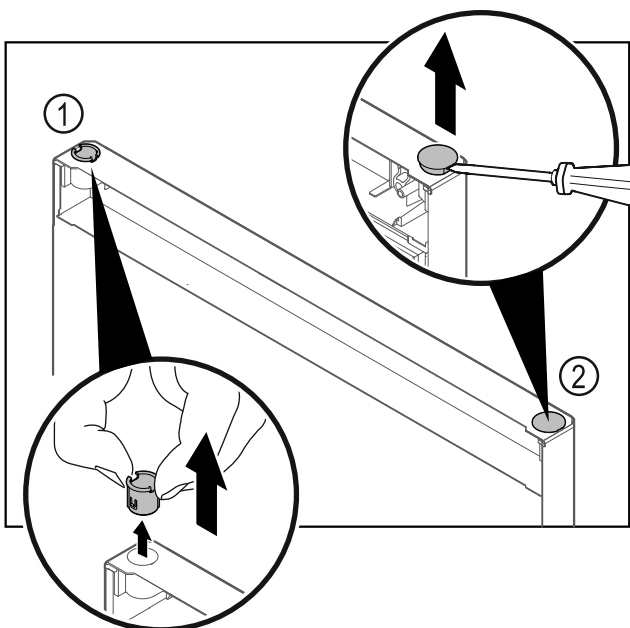

Fig. 21 Porte de la partie réfrigérateur
- Retirer la bague Fig. 21 (1) avec les doigts.
- Soulever délicatement le bouchon Fig. 21 (2) avec un tournevis plat et le retirer.